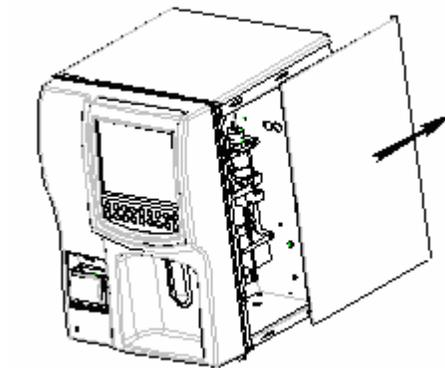

Рисунок 10-17 Как снять плату
2. Снимите правую плату прибора, как показано на **рис. 10.17**.